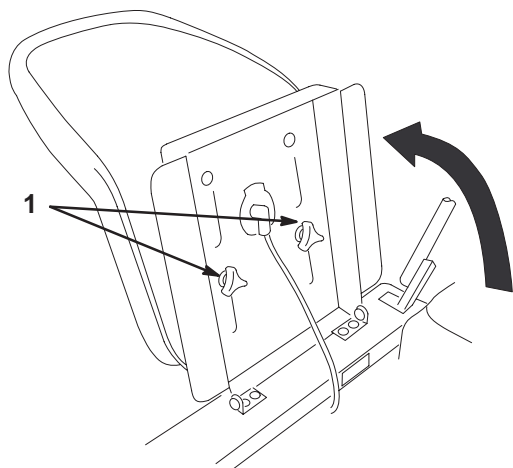

Figure 12
1. Soulevez le siège et desserrez les boutons de réglage (Fig. 12).